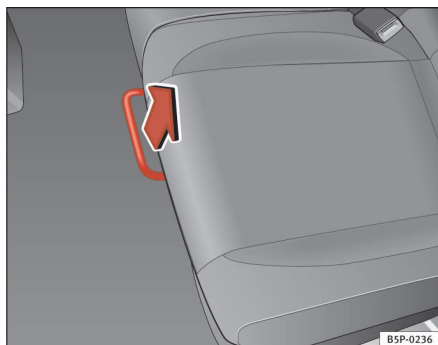

Fig. 97 Frigørelsesgreb til bagsædet
- Frigør grebet i pilens retning, mens du sidder på sædet ⇒ fig. 97.